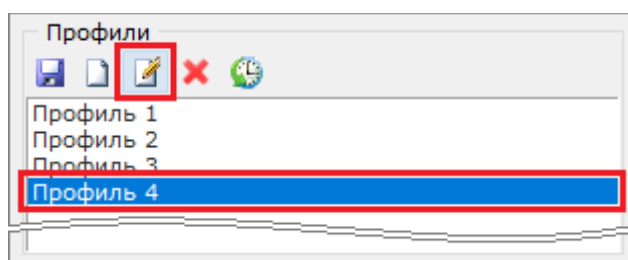

Рисунок 11-231 Переход к переименованию профиля
- либо нажмите кнопку  «Переименовать профиль» на панели инструментов области «Профили» (см. Рисунок 11-231);